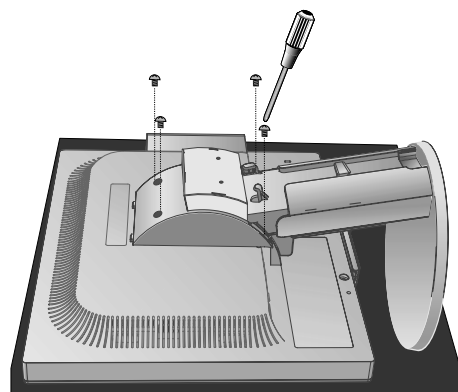

Figure S.2
3. Placez le moniteur face vers le bas sur une surface non abrasive (**Figure S.2**).
4. Retirez les quatre vis fixant le moniteur au support (**Figure S.2**).